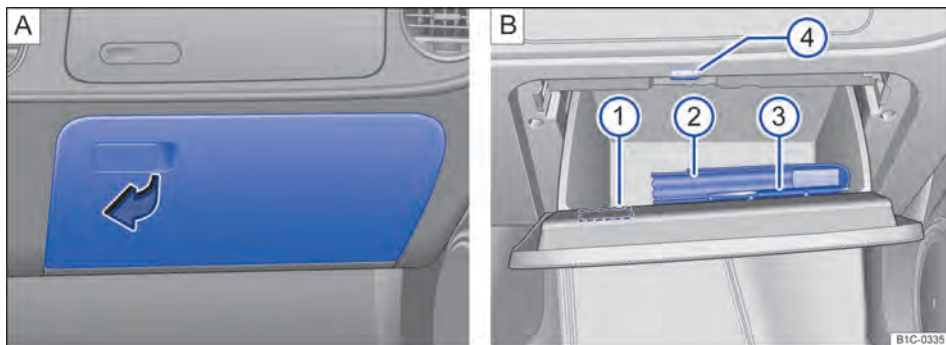

Fig. 93 No lado do passageiro dianteiro: A: abrir o porta-luvas inferior, B: porta-luvas aberto.
Para *abrir*, puxar a alavanca no sentido da seta ⇒ **Fig. 93 A**.
O porta-luvas destina-se à acomodação da literatura de bordo ⇒ **Fig. 93 B ②**.
Na tampa do porta-luvas encontram-se suportes para bloco de notas ⇒ **Fig. 93 B ①** e caneta **③**.
No porta-objetos pode haver a entrada multimídia (MEDIA-IN) instalada de fábrica ⇒ **Fig. 93 B ④** ⇒ caderno *Rádio* ou ⇒ caderno *Sistema de navegação*.